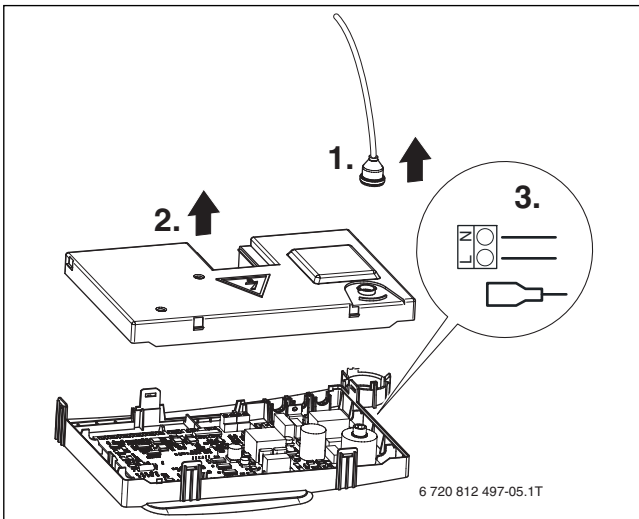

Рис. 20 Подключение насосов отопления и горячей воды
- ▶ Отсоедините провод запального электрода (→ Рис. 20, [1.])
- ▶ Снимите заднюю крышку блока управления (→ Рис. 20, [2.])